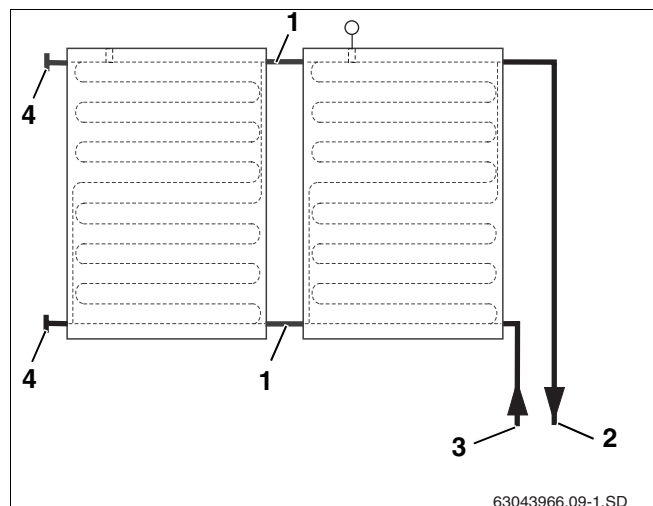
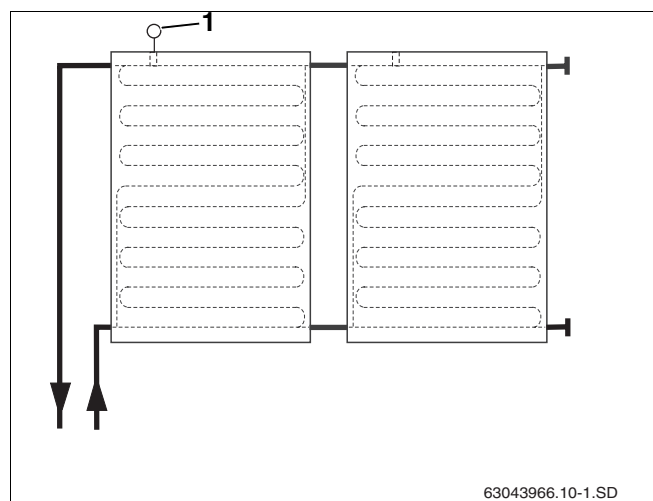

Fig. 17 Conexión hydr. a la derecha hasta un máx. de 5 colectores
Fig. 18 Conexión hydr. a la izquierda hasta un máx. de 5 colectores
Los colectores deben montarse de tal forma que los pasos para el soporte de la sonda del colector (fig. 18, **pos. 1**) se encuentren arriba.
Las tuberías hidráulicas de conexión pueden conectarse a la derecha (fig. 17) o a la izquierda (fig. 18). En estas instrucciones se han representado las tuberías de conexión en el lado derecho.
Puede llevar a cabo la conexión unilateral del campo de colectores con un tamaño máx. de 5 colectores (fig. 17 y fig. 18).